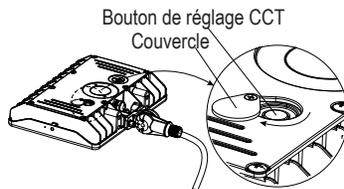

Figure 2
**Étape 2:** Desserrez le vis qui maintient le couvercle du bouton et faites glisser le couvercle sur le côté. (Figure 2)